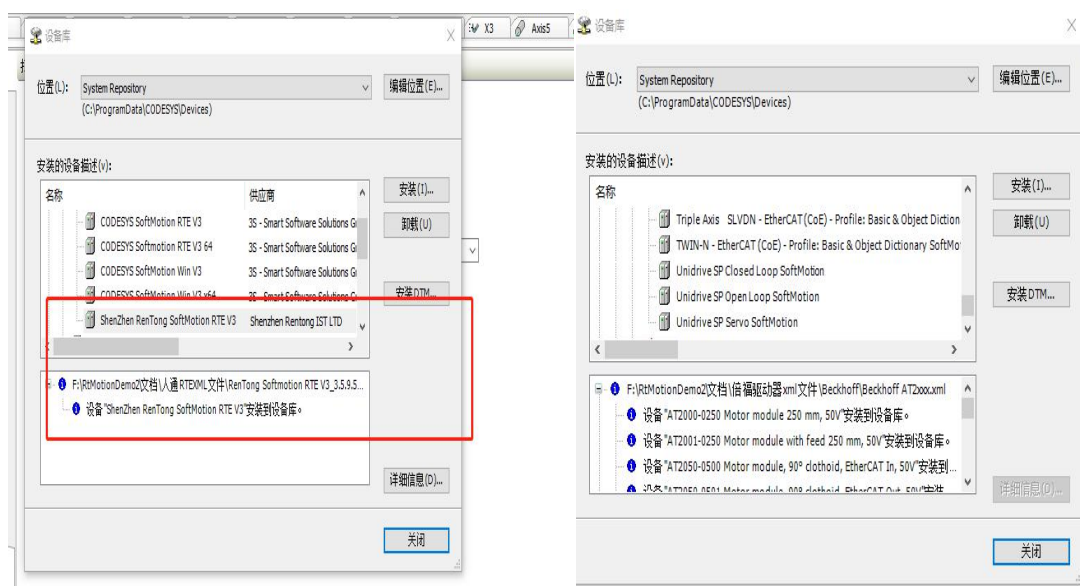

图 2-6-10 CodeSys 工程添加设备库成功
8、如图 2-6-10 所示，即为安装设备描述文件 (.xml) 成功；